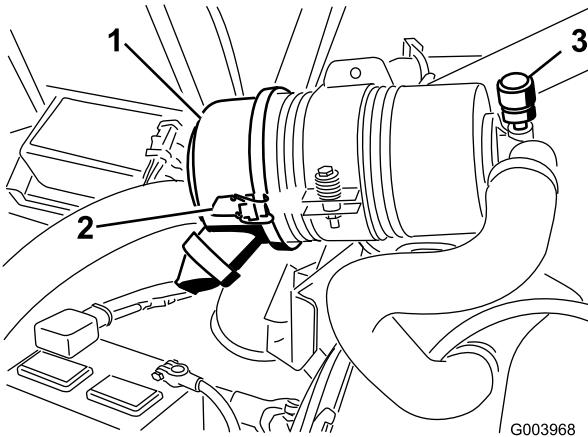

Figure 50
Faites l'entretien du filtre à air uniquement quand l'indicateur de colmatage (Figure 50) indique que cela est nécessaire. Changer le filtre à air prématûrement ne fait qu'accroître le risque de contamination du moteur par des impuretés quand le filtre est déposé.
- Desserrez les fixations qui maintiennent le couvercle sur le boîtier du filtre à air (Figure 50).